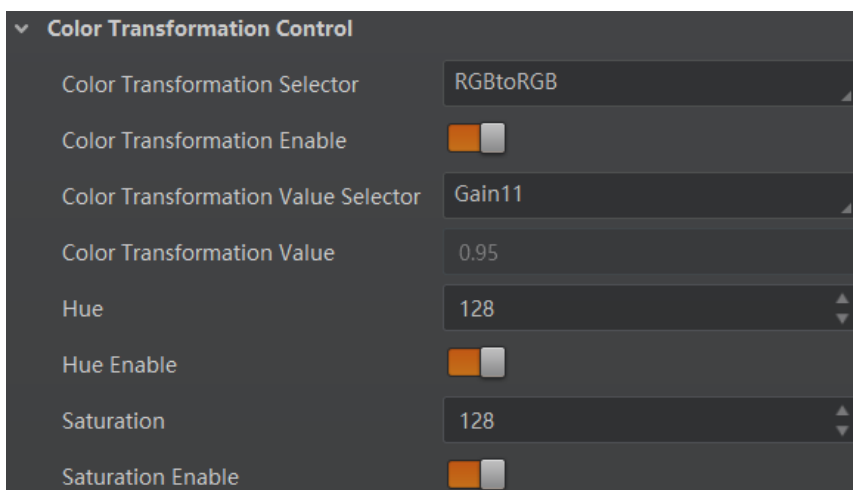

图7-39 设置方法二
- 开启 Color Transformation Enable 参数时，通过色调和饱和度参数控制 Transformation Value 参数值，如图 7-39 所示。